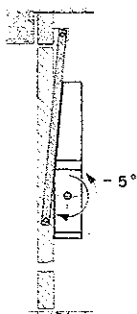

Fig. 19
4) ruotare gli alberi di trasmissione fino al loro arresto nel senso indicato in fig. 19/20, quindi ruotarli di circa 5° nell'altro senso.
4) Turn the transmission shafts as far as possible in the direction shown in fig. 19/20, and then back approximately 5°.
4) Die Antriebswellen in die auf Abb. 19/20 angegebene Richtung bis zum Anschlag und sodann um ca. 5 in die entgegengesetzte Richtung drehen.
4) tourner à fond les arbres de transmission dans le sens indiqué à la figure 19/20, quand ils arrivent en fin de course, les faire tourner d'environ 5° dans l'autre sens.